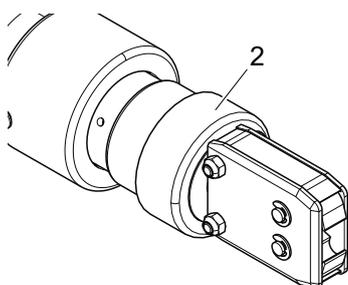

Abb. 25: Lösen des Zangenkopfes
2. Schrauben Sie die Überwurfmutter ab (Abb. 25/2).